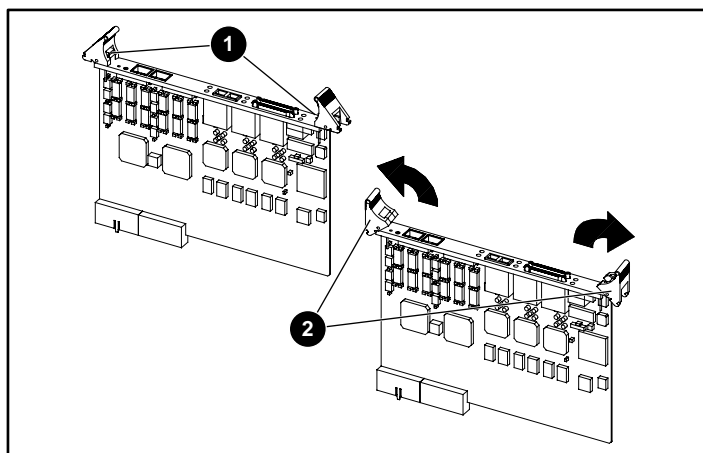

図10: イジェクタ ラッチを開く
- ① 固定ネジ
- 2つのボタンを押して、ルータのイジェクタ ラッチを解除します (図10を参照)。ラッチは、ルータ ボードの外側に向かって開いておいてください。